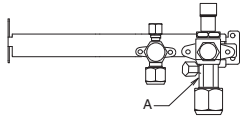

Fig. 7-7
- Lors du retrait ou du serrage de l'écrou évasé du tuyau de gaz, utiliser les 2 clés à molette ensemble : une à l'écrou évasé de tube de gaz, et l'autre à l'endrot A. (Fig. 7-7)